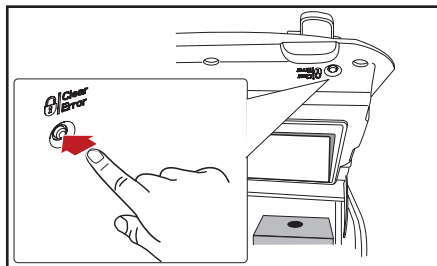

Fig. 5.2 - Bloquer le distributeur
1. Ouvrez la porte du distributeur et appuyez sur le bouton LOCK/Clear-Error (fig 5.2) pour bloquer l'interface du distributeur et prévenir la distribution accidentelle des boissons ou de l'eau chaude lors du nettoyage de parties externes.